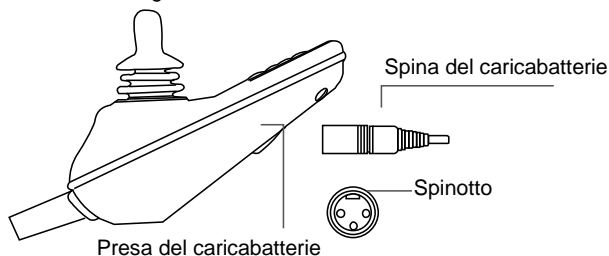

Figura 17
- Inserisca la spina di uscita del caricabatterie nella fessura inferiore del controller, si veda la Figura 17.